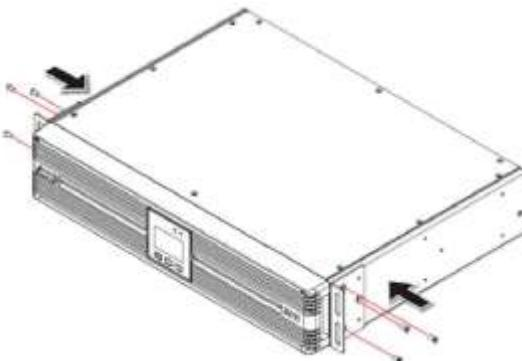

Рисунок 3-1: Крепление кронштейнов с проушинами
- 1 Прикрепите входящие в комплект кронштейны с проушинами к боковым монтажным отверстиям ИБП. См. **Рисунок 3-1.**